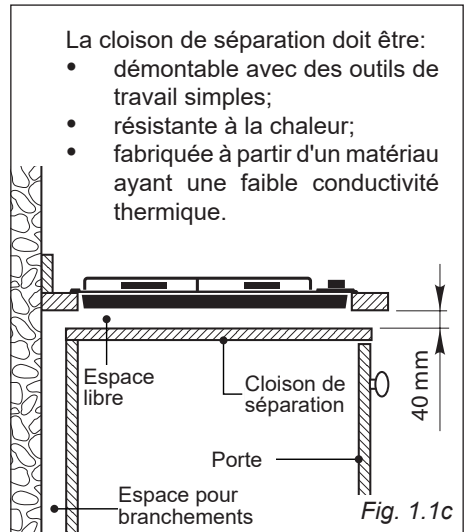

Fig. 1.1c
- Si la partie inférieure de la table est accessible après l'installation (par exemple à travers une armoire ou un tiroir), il est obligatoire de mettre une cloison de séparation au-dessous de la table de cuisson comme indiqué dans la figure 1.1c.